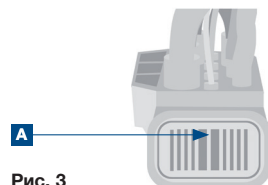

Рис. 3
- 14 Разблокировать кабельный штекерный разъем X26 и разъединить его (**рисунок 3**)
- Удалить фиксатор (A)